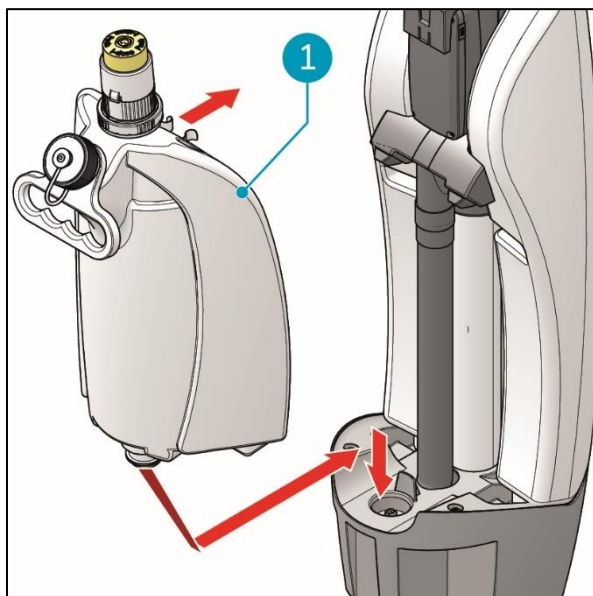

Figura 13
2. Colocar o depósito da solução de limpeza (Figura 13, pos. 1) no i-mop XL Pro com a válvula primeiro.